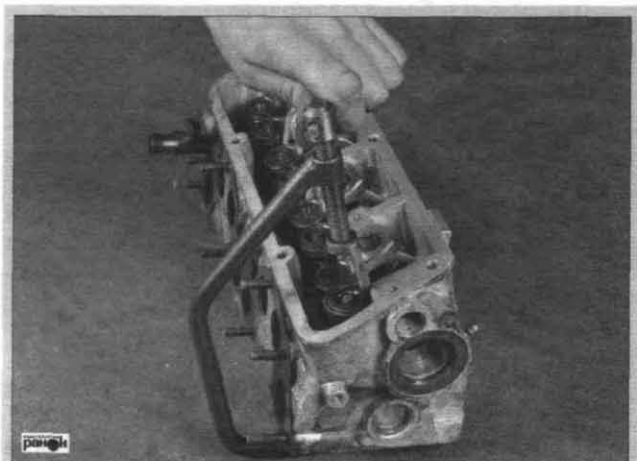
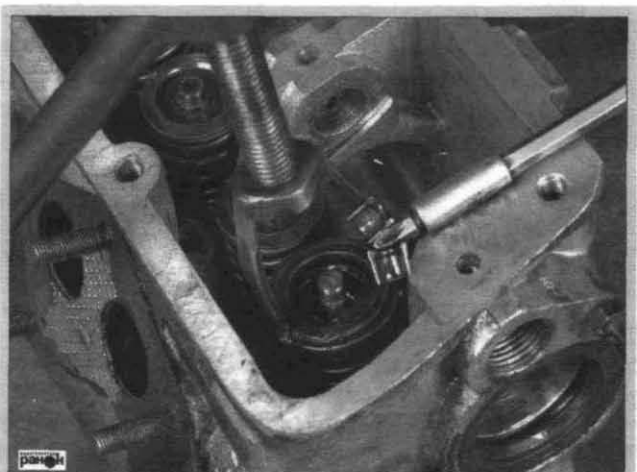
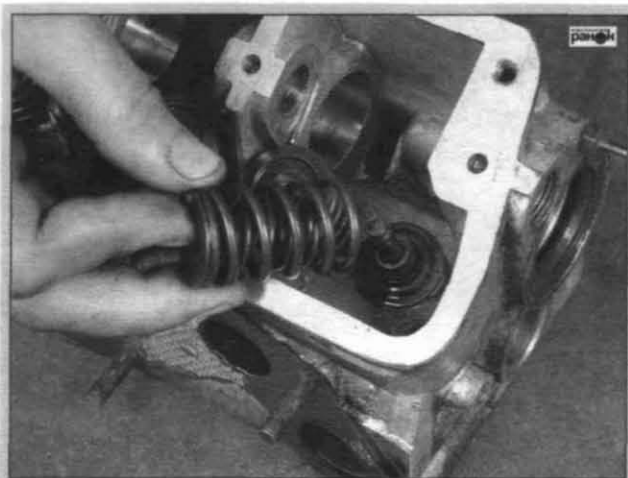

Рис. 3.34. Сжатие клапанных пружин при помощи приспособления
Рис. 3.35. Снятие сухарей («рассухаривание») клапана
Рис. 3.36. Снятие пружин клапана
- сжав пружины при помощи съемника (рис. 3.34), вынуть сухари (рис. 3.35) и, постепенно отпуская пружины, снять тарелку пружины клапана, пружины и шайбу (рис. 3.36);